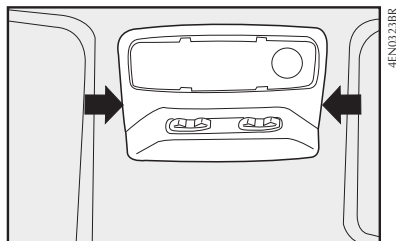

fig. 23
Algumas versões podem apresentar conjunto de luz interna como o representado na **fig. 23** e **24**;
- Com uma chave de fenda (fornecida no Kit de ferramentas para algumas versões), pressionar nos pontos indicados pelas setas remover o conjunto de luz interna montado a pressão pelas travas **fig. 23**;